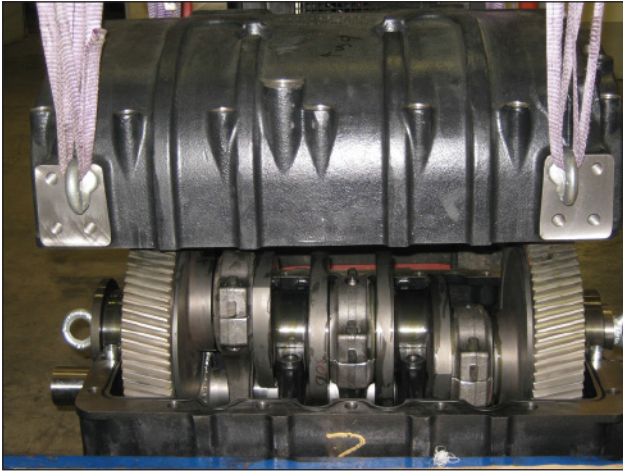
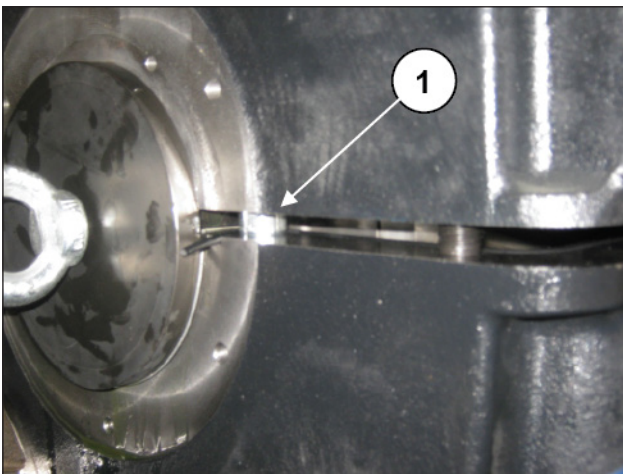

Abb. 110
Abb. 111
Montieren Sie das hintere Gehäuse (Abb. 110) und prüfen Sie hierbei die Zentrierung auf den Buchsen des vorderen Gehäuses (Pos. ①, Abb. 111).